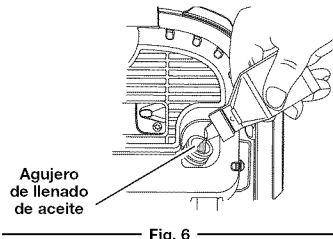

Fig. 6
- Vierta la botella de aceite completa en el agujero de llenado de aceite (Fig. 6).